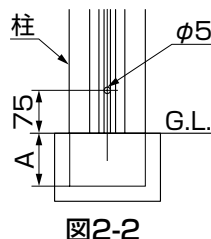

図2-2
- ② 図のA+75mmにφ5mmの孔加工を行なってください。(図2-2)